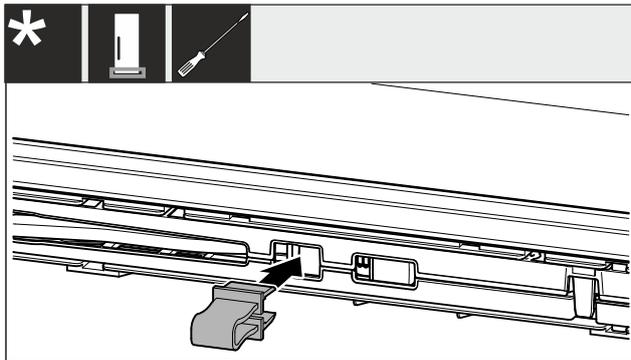

Fig. 5
- ▶ Encastrar el fusible en la abertura Fig. 5 ()